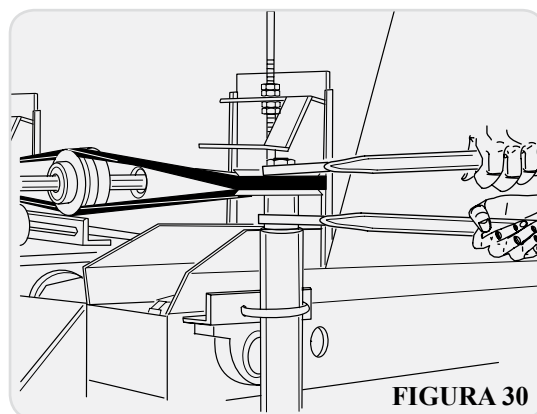

FIGURA 30
- b) Utilize as chaves que acompanham o equipamento de fixação (**FIGURA 30**).